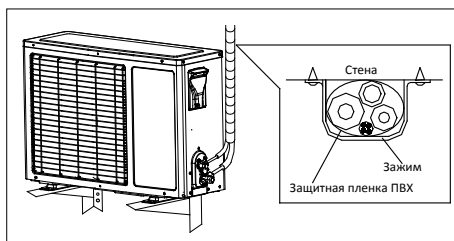

Рис. 11
6. Закрепите трубы на стене с помощью специальных скоб (рис. 11).